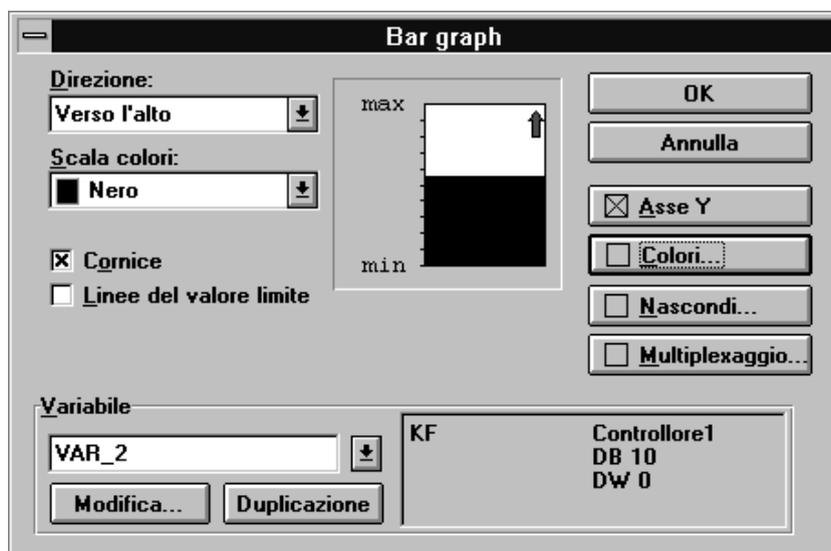

Figura 7-11 Configurare il bar graph
2. Posizionare il puntatore del mouse nel posto in cui si intende piazzare il campo all'interno della pagina. Tenere il tasto sinistro del mouse premuto e trascinare il campo fino alla dimensione voluta. Una volta rilasciato il tasto comparirà il box di dialogo mostrato in figura 7-11, nel quale si configurerà il bar graph.